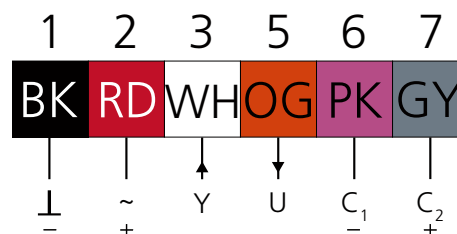

Figure 2. Raccordement.
*Voir la figure 2 ci-dessous.*